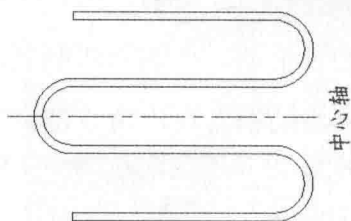

图 1-16
- 5、将提供的直径为 $\varnothing 6\text{mm}$ 的铜管, 截取 500mm, 将其弯成蛇形状(见图 1-16)。